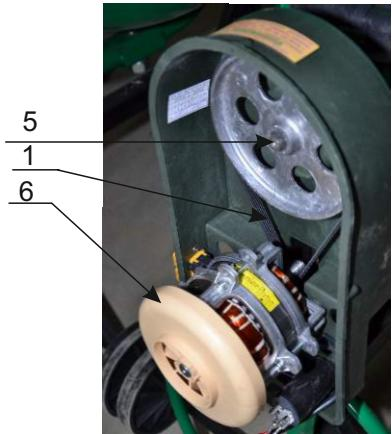

Рис. 5
#### **1. Заміна ременя 1 (Рис. 5)**
2.4. За допомогою прутка приставленого до центру вісі 5 (Рис. 5) ударами молотка вибити вісь з шестернею з направляючої 4 (Рис.4).